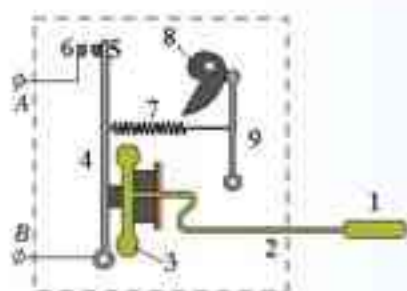

图 6.2-10 电冰箱温控器的结构
1. 图 6.2-10 表示某种电冰箱内温度控制器的结构。铜制的测温泡 1、细管 2 和弹性金属膜盒 3 连成密封的系统，里面充有氟甲烷和它的蒸气，构成了一个温度传感器。膜盒 3 为扁圆形（图中显示它的切面），右表面固定，左表面通过小柱体与弹簧片 4 连接。盒中气体的压强增大时，盒体就会膨胀，测温泡 1 安装在冰箱的冷藏室中。5、6 分别是电路的动触点和静触点，控制制冷压缩机的工作。拉簧 7 的两端分别连接到弹簧片 4 和连杆 9 上。连杆 9 的下端是装在机箱上的轴。凸轮 8 是由设定温度的旋钮（图中未画出）控制的，逆时针旋转时凸轮连杆上端右移，从而加大对弹簧 7 的拉力。